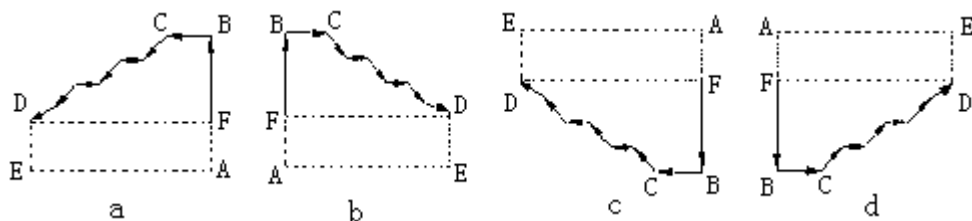

图 4-16-2
- 6) 指令中的 I、K 均为无符号数，进刀退刀方向由 G71 指令行中的 X (U) 相对于起刀点的方向来决定，所以必须指定 X (U)，并且如果指定 U0 或该点 X 轴坐标与起刀点相同，则系统会发出 E271 报警。
- 7) I 的取值范围与 X (U) 的范围有关系；I、U 取值范围必需符合  $U/I$  小于 10000 的要求。I 越小，则剥离的层数越多。
- 11) 用 G71 指令切削的形状有以下四种情况，如图 4-16-2 所示；但无论哪一种都是从 G71 起始点 A 开始、刀具平行于 Z 轴对毛坯进行逐层剥离切削、直到 B 点。
- 14) G71 指令切削的形状有以下四种情况：图 4-16-2 中，A 点为 G71 的起始点、B 点为加工轮廓起点、D 点为加工轮廓终点、BCD 段表示加工的轨迹。